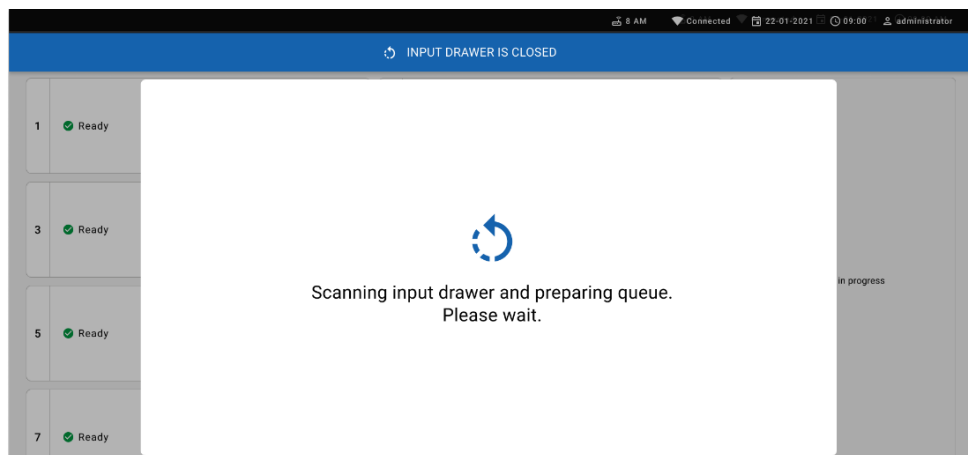

图 61.编制队列屏幕。
13. 扫描并插入所有试剂盒后，关闭进样抽屉。系统会扫描试剂盒并编制一个队列（图 61）。